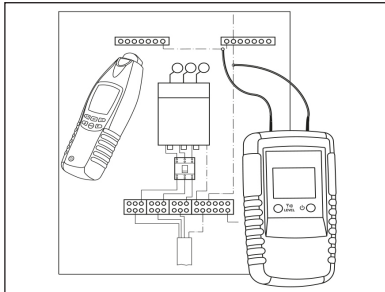

Abbildung 13:
3. Schließen Sie den „roten“ Senderanschluss an die Neutraleiter-Sammelschiene und den „schwarzen“ Anschluss an den Haupterdungsanschluss an (Abbildung 13). Dadurch kann der Neutraleiter aller Stromkreise verfolgt werden.